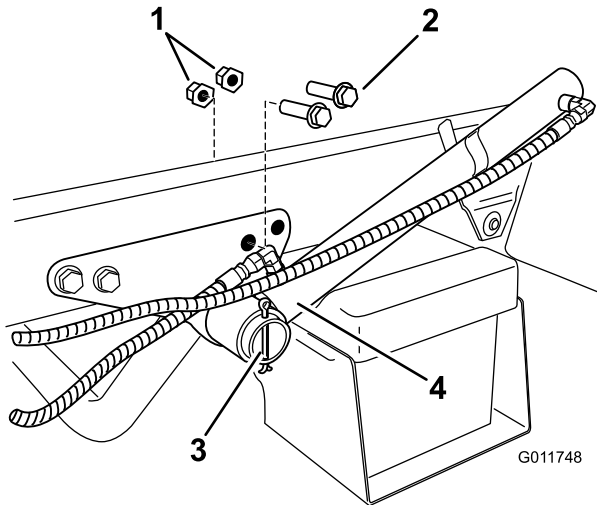

Figure 17
1. Repérez et retirez les deux boulons et écrous à embase arrière sur le support de vérin de levage (Figure 17). Conservez les fixations pour la repose.